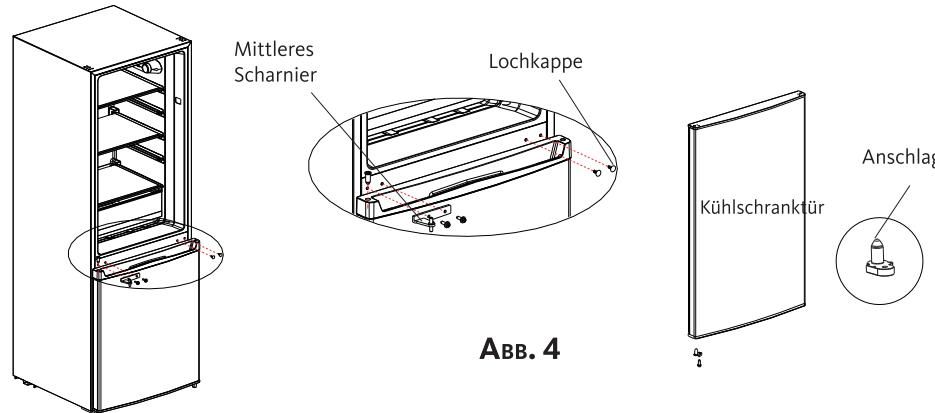

ABB. 4
- Setzen Sie die Tür des Gefrierabteils wieder ein, wobei Sie diese an das Gerät andrücken. Setzen Sie das mittlere Scharnier und die Lochkappen wieder ein (Abb.4). Achten Sie darauf, dass die Tür richtig auf das Gerät ausgerichtet ist. Demontieren Sie den Anschlag, der sich unter der Tür des Kühlzentraltürs befindet, und montieren den Anschlag, der im Zubehörbeutel mitgeliefert wurde, auf der anderen Seite.